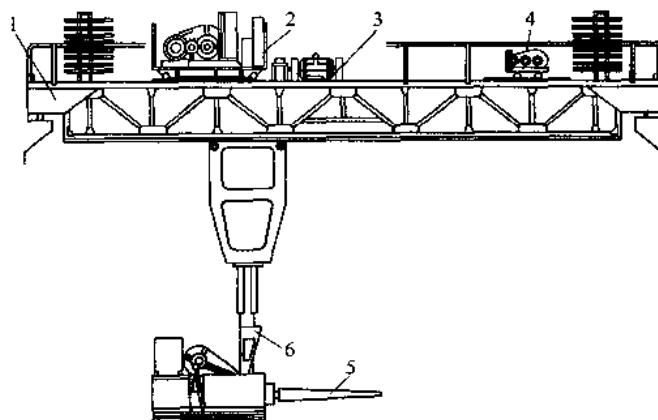

图 1-7 加料起重机
(1) 加料起重机 加料起重机用于炼钢车间平炉的加料，如图 1-7 所示。在主小车上装有加料机构，把料杆插入料斗，通过